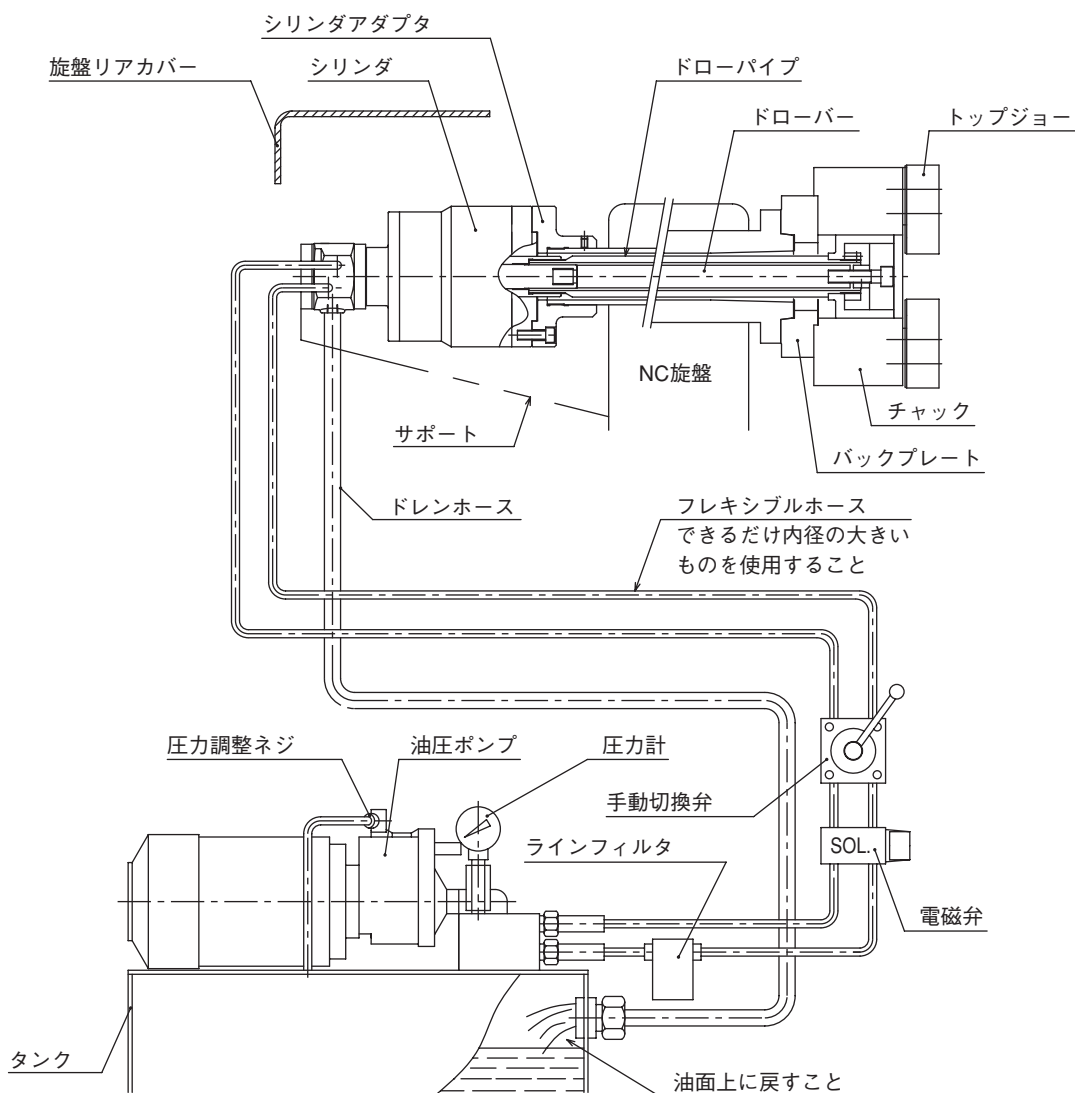

図 8
- ドレンは必ず油圧ユニットの油面上に戻すこと。(図8参照)
- ドレンホースは、油圧ユニットの油面上に戻してください（図8）。弁ブロック等のTポートに接続すると背圧がかかりシリンダのオイルシールが破損します。